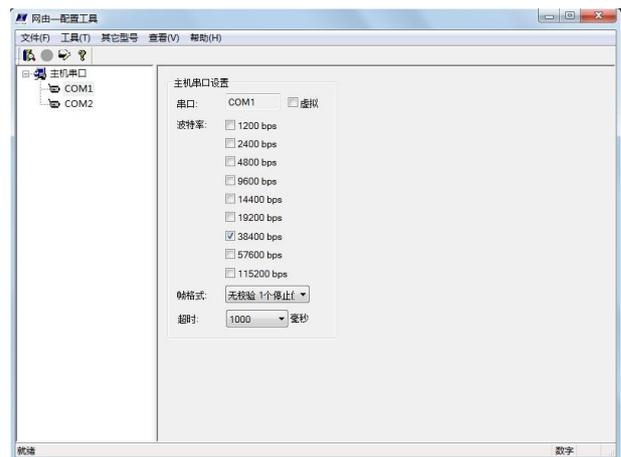

图 6-3
- 4、选择您所使用的 RS-232 接口，单击它，配置串口参数，波特率 38400，无校验 1 个停止位，超时 1000 毫秒，如图 6-3 所示；